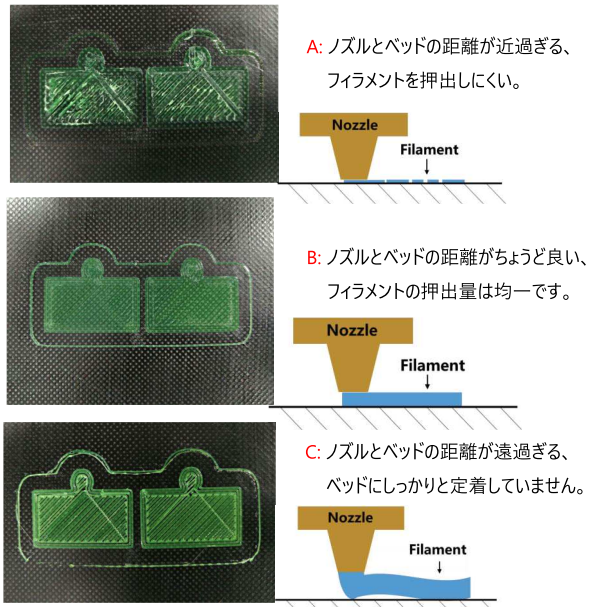

図 14
Step8. プリントテスト時、第一層は三つの可能性があります。（図 14）